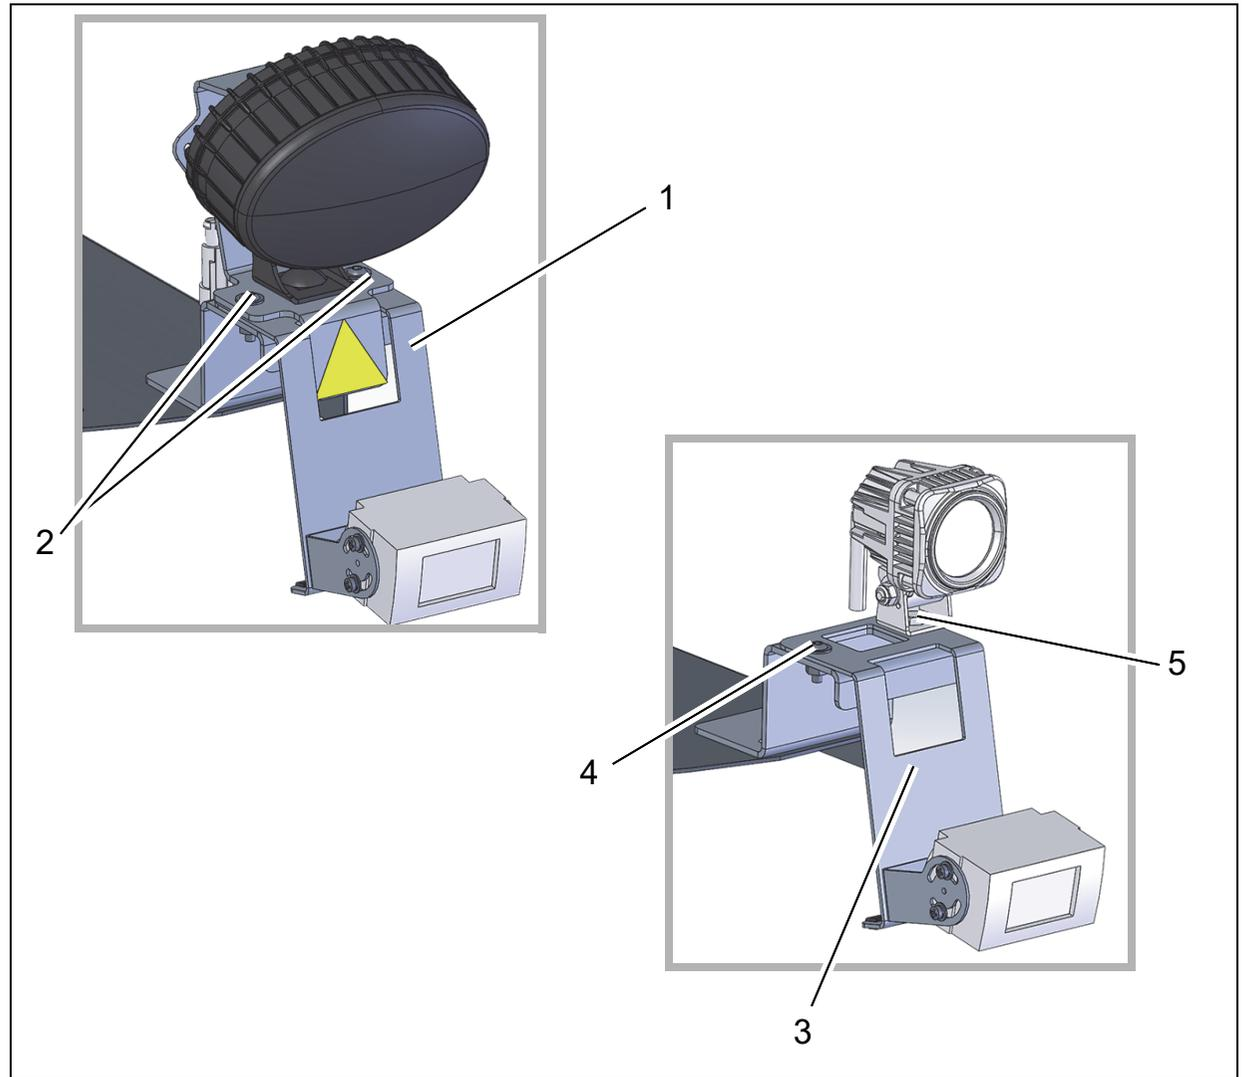

Abb. 5
Halter mit Rückfahrkamera auf dem Optionshalter positionieren (Abb. 5/1), Blue Spot oben aufsetzen und mit zwei Linsenflanschschrauben M6x16, zwei Sperrkantscheiben SKM 6 und den Sechskantmuttern M6 zusammen befestigen (Abb. 5/2).
1. Halter mit Rückfahrkamera (Abb. 5/3) auf dem Optionshalter positionieren und mit einer Linsenflanschschraube M6x16, einer Sperrkantscheibe SKM-6 und einer Sechskantmutter M6 zusammen befestigen (Abb. 5/4).
2. LED-Arbeitsscheinwerfer rechts auf dem Halter der Rückfahrkamera positionieren und mit Normteilen befestigen (Abb. 5/5).